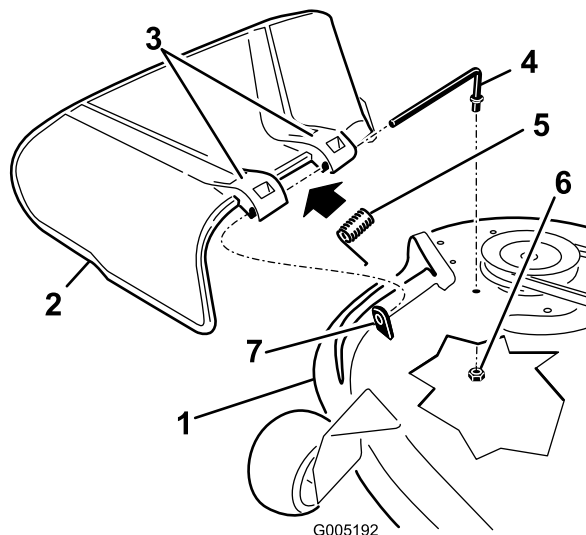

Figura 65
1. Retire la tuerca ($\frac{3}{8}$ ") de la varilla debajo del cortacésped (Figura 65).
2. Retire la varilla del separador corto, del muelle y del deflector de hierba (Figura 65).
4. Vuelva a colocar el deflector de hierba (Figura 65).
7. Deslice la varilla por el segundo soporte del deflector de hierba (Figura 65).
9. Sujete el extremo trasero de la varilla en el cortacésped con una tuerca ($\frac{3}{8}$ "), según se muestra en Figura 65.